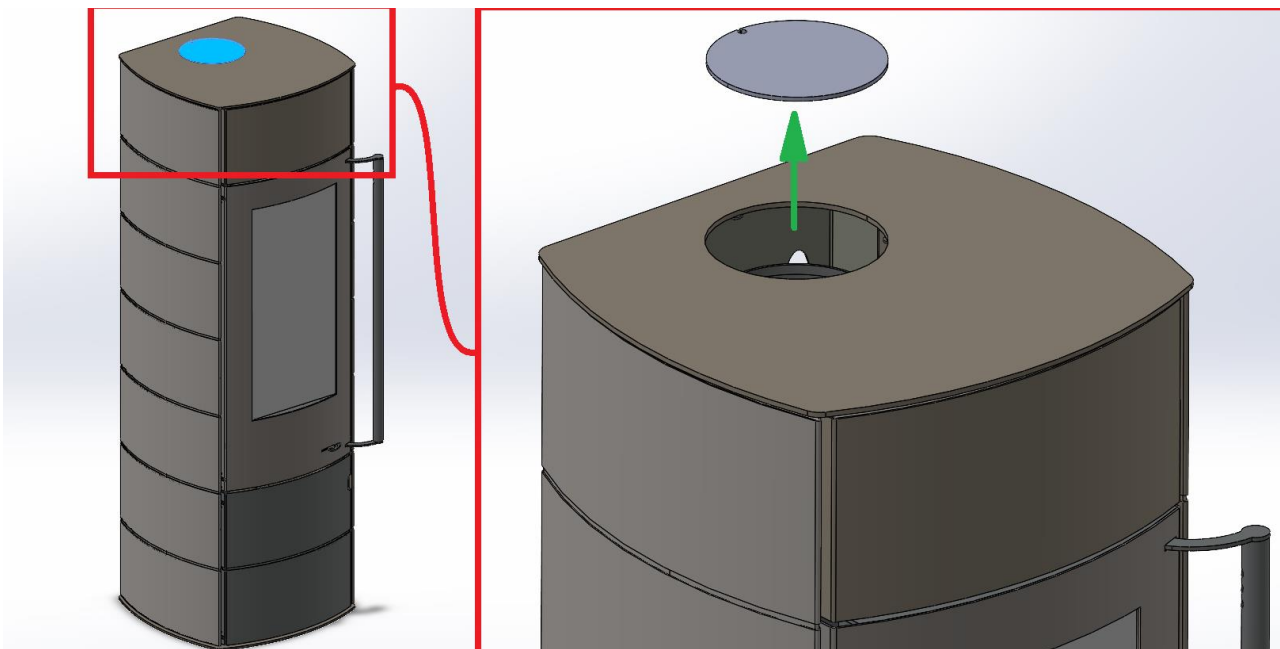

Abbildung 1 Entfernen der Abdeckung des Rauchrohranschlusses
2. Abbildung 1 Entfernen der Abdeckung des Rauchrohranschlusses	Seite 5